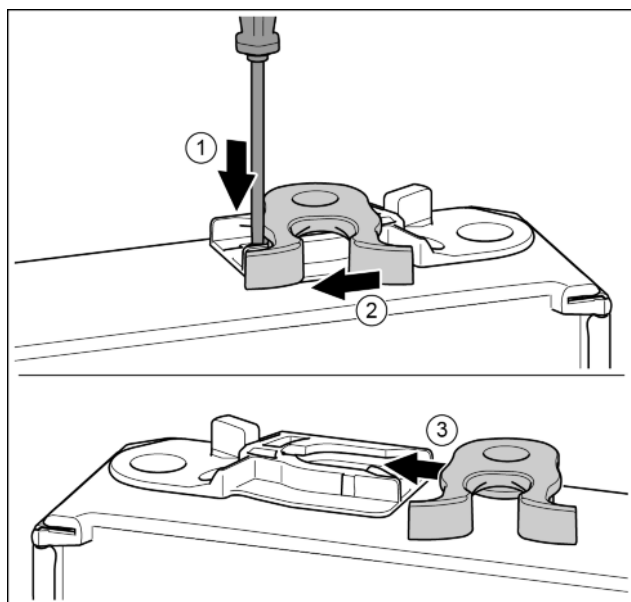

Fig. 16
- ▶ Odvijačem s prorezom pritisnite jezičac prema dolje. Fig. 16 (1)
- ▶ Izvucite kuku za zatvaranje iz vodilice. Fig. 16 (2)
- ▶ Gurnite kuku za zatvaranje na drugoj strani u vodilicu. Fig. 16 (3)